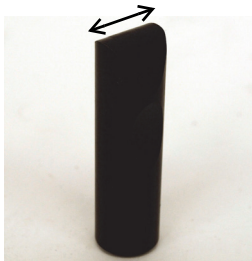

図 5-32 プローブ先端 (長いほうの面)
- プローブを標準試験片上の 2 つのノッチの間に配置し、プローブ先端の長いほうを (151 ページの図 5-32 を参照) ノッチと垂直に置き、A リフトバランスキー () を押します。